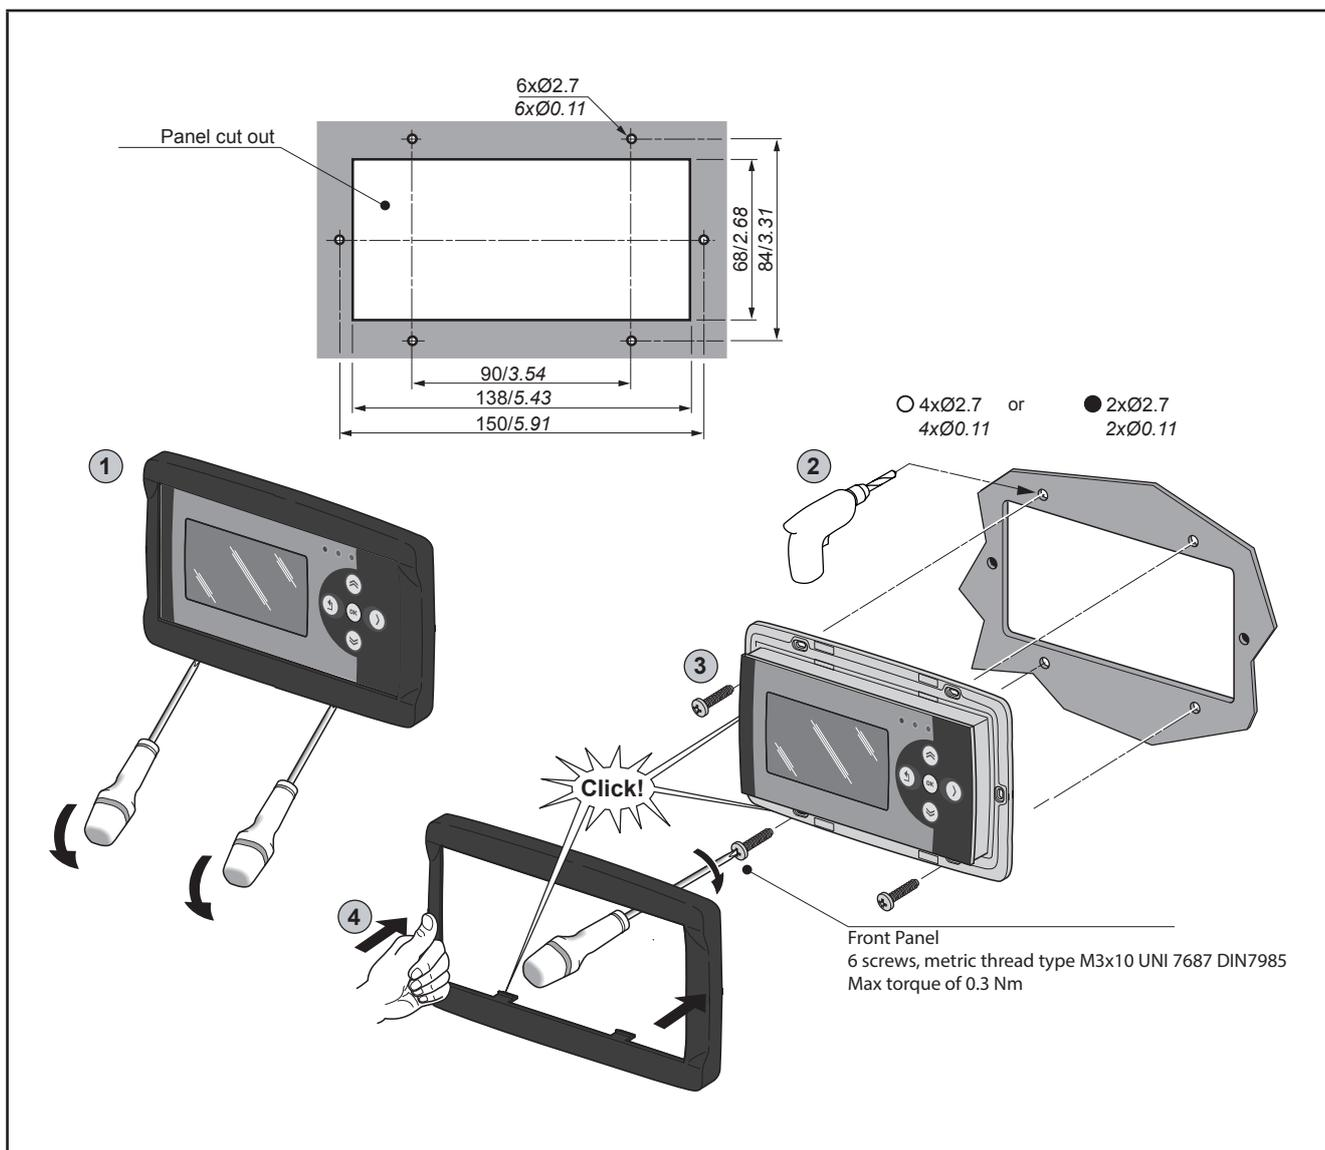
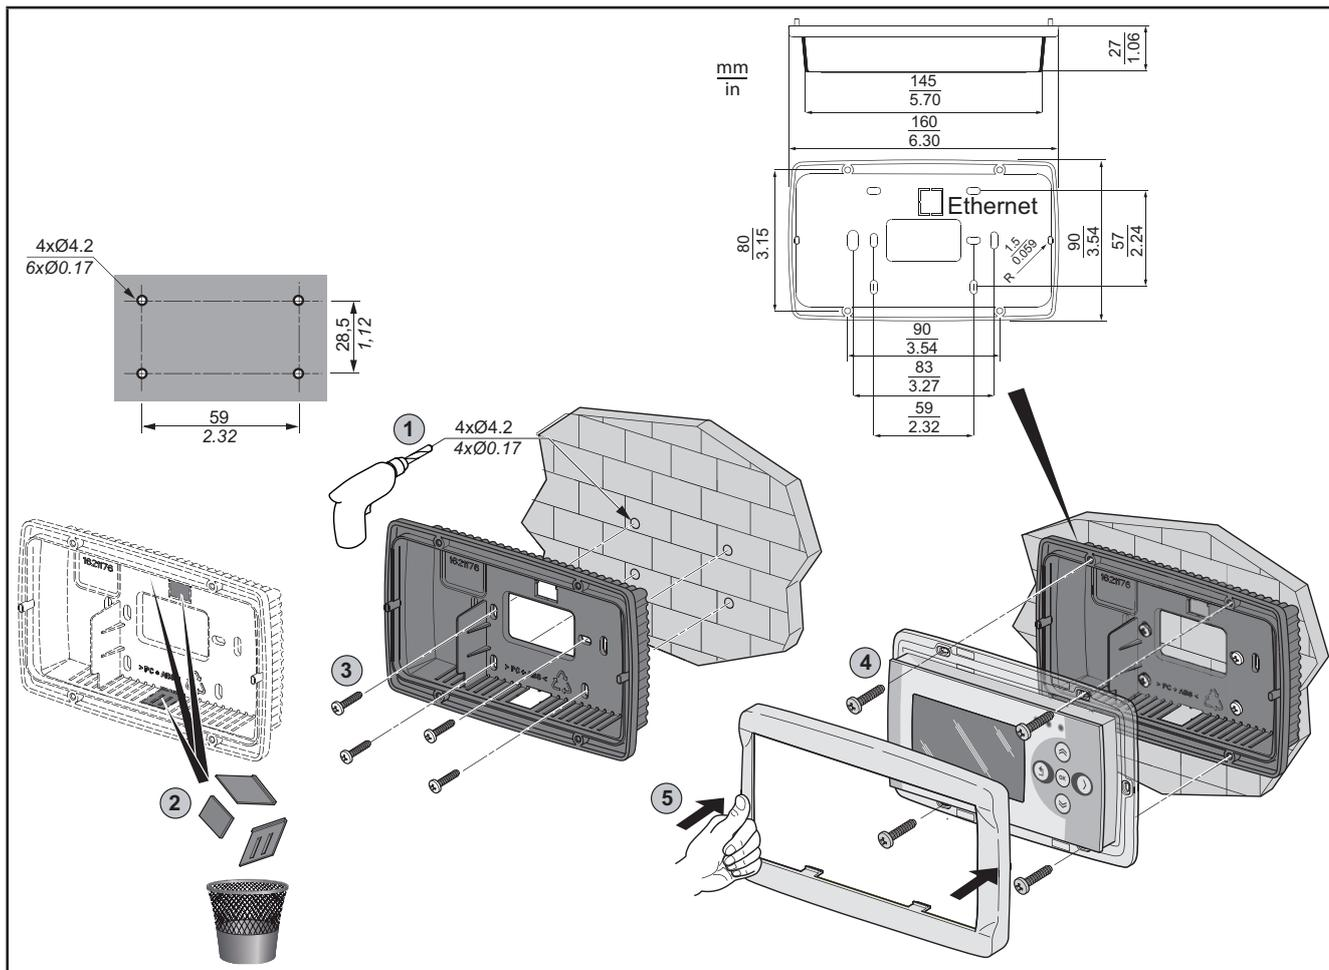

Fig. 16. Montaggio di EVK PRO DISPLAY
Fig. 17. Accessori per montaggio a parete
Lo strumento è concepito per montaggio a pannello (fare riferimento a Fig. 16 a pag. 31) oppure per montaggio a parete (fare riferimento a Fig. 17 a pag. 32) utilizzando gli appositi accessori, da ordinare separatamente.
2. Praticare 2 o 4 fori del diametro di 2,7 mm (0.11 in) distanziati come indicato (fare riferimento a Fig. 16 a pag. 31).
Lo strumento è concepito anche per montaggio a parete (fare riferimento a Fig. 17 a pag. 32) utilizzando gli appositi accessori da ordinare separatamente.